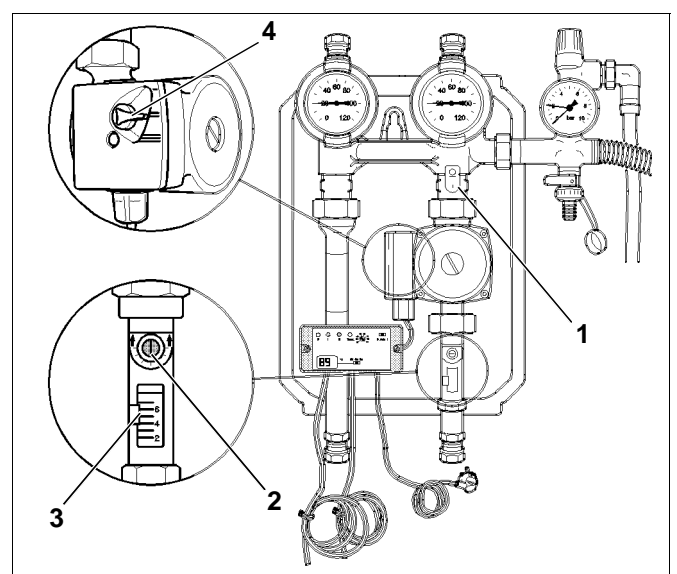

Fig. 26 Regolare la portata del flusso
- 1 Si deve chiudere la valvola anti gravitazionale! Per fare questo, il taglio della vite (fig. 26, **pos. 1**) deve essere girato verso destra e portato in posizione orizzontale.
- 1 Si deve aprire il limitatore di flusso. Per farlo, il taglio della vite deve essere portato in posizione verticale (fig. 26, **pos. 2**).
- 1 Controllate la portata del flusso alla finestrella del limitatore di flusso (fig. 26, **pos. 3**).
- 1 Il regolatore degli stadi della pompa di circolazione, si deve tarare in modo che la necessaria portata del flusso sia raggiunta oppure superata con la scelta dello stadio più basso possibile (fig. 26, **pos. 4**).
Nella fig. 26 è rappresentato il set idraulico per una utenza. I provvedimenti per il set idraulico per due utenze sono da attuare in modo analogo. L'uso del regolatore KR 0205 è illustrato in diagramma di flusso (fig. 33, pagina 27). L'inserimento e lo spegnimento manuale delle pompe di circolazione viene eseguito nel sottome- nu „03 esercizio manuale“.